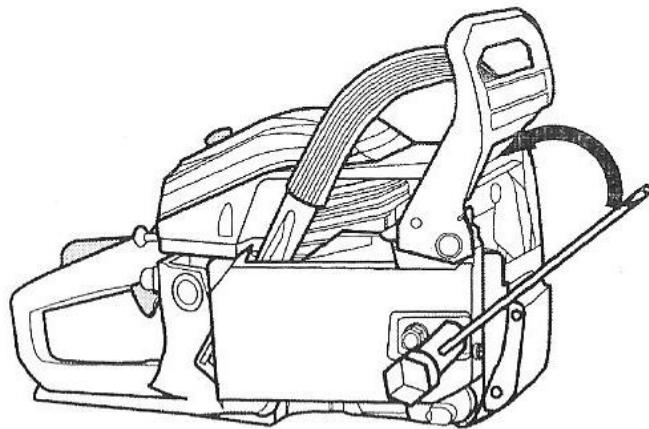

Рис. 1
1. ) при помощи универсального ключа (32) против часовой стрелки (Рис. 1).